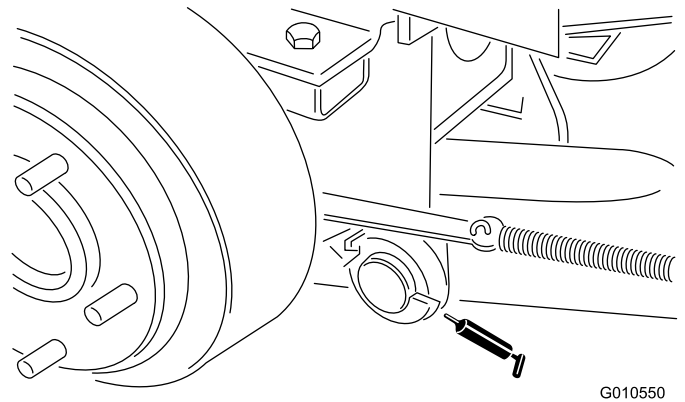

**Figura 20**
- Casquillos (2) del eje de la horquilla de las ruedas giratorias (Figura 20)